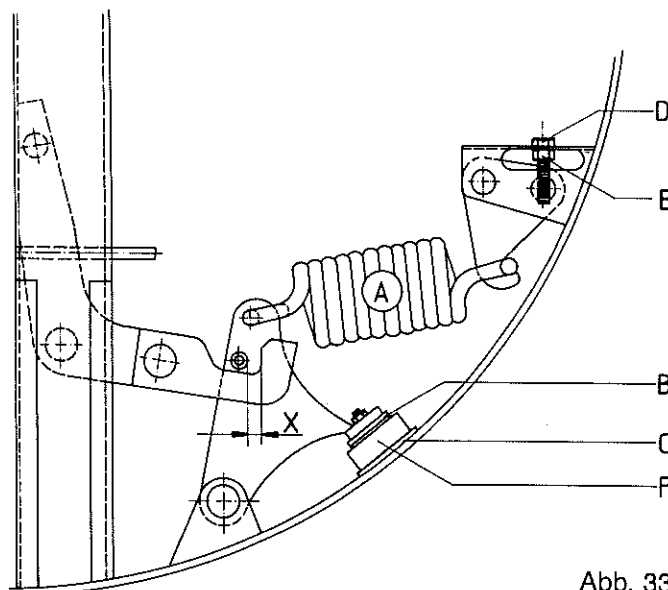

Abb. 33
**Achtung:** Die Schraube D (Abb. 33) muß unbedingt gegen selbständiges Lösen gesichert werden. Hierzu die Mutter E hochdrehen und kontern. Dann die Mutter E festhalten und Schraube D mit einem Drehmoment von 100 - 130 Nm nachspannen.